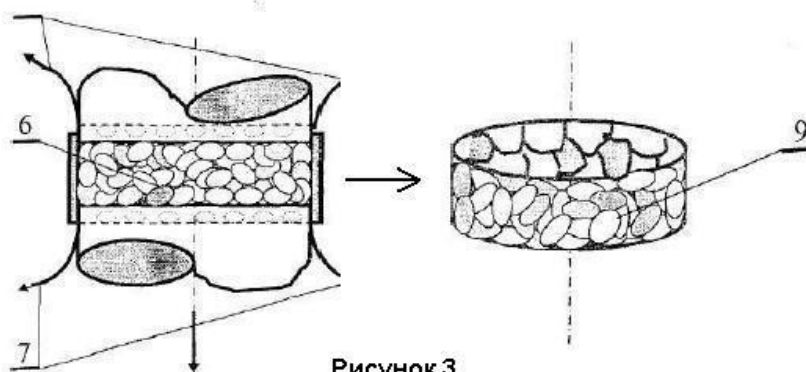

Рисунок 3
3) Пар осуществляет варку крупы по всему объему и разлагает ингибитор трипсина (вредное для процесса пищеварения вещество). По окончании выдержки нижняя нагревательная головка (8) со стаканом (3) отводится вниз (Рис.3.) и пар, через освобожденные во время движения стакана (3) тепловые зазоры между стаканом (3) и верхней нагревательной головкой (1) стравливается в атмосферу, при этом выходящий из внутреннего объема лепёшки (6) пар разрывает зерна крупы и формирует зерно в плотный ломтик (9).